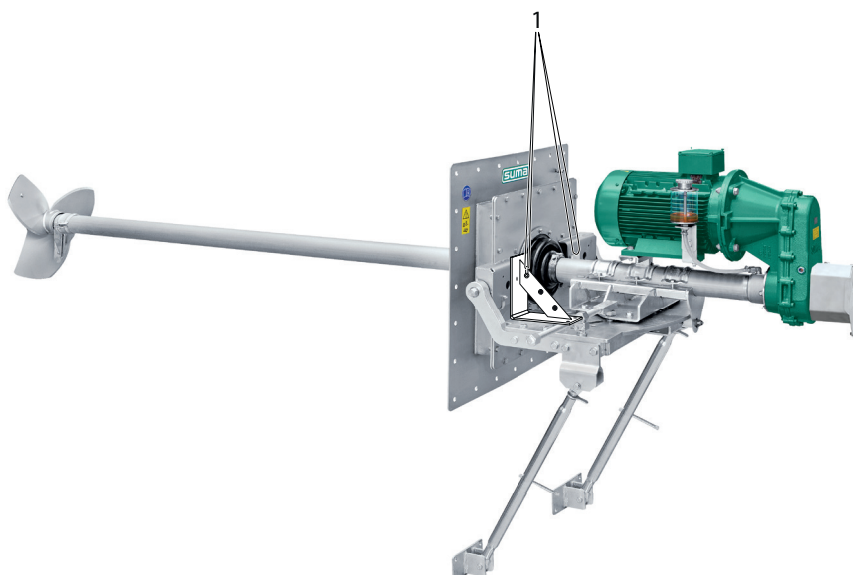

Fig. 1: Point de suspension de Giantmix FR SP
- Ne pas soulever l'agitateur exclusivement par le moteur (utiliser les points de suspension, voir Fig. 1).